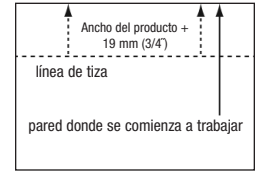

Figura No. 12
- Asegúrese de no aplicar adhesivo hacia muy adelante del área de trabajo (Figura No. 12).